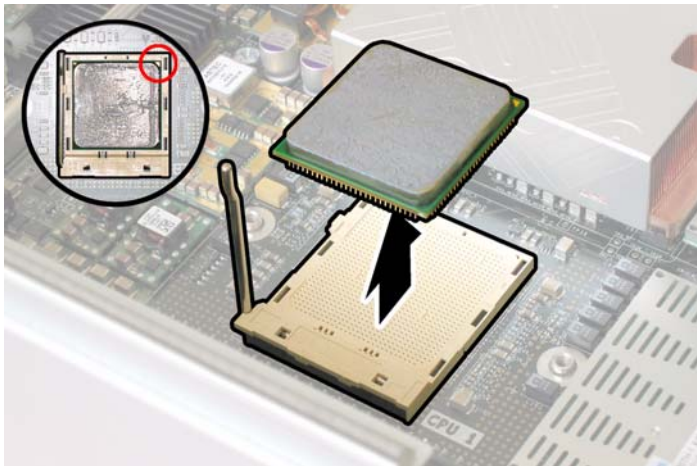

ABBILDUNG 4-47 Entfernen der CPU aus dem Sockel
- e. Belassen Sie den Feststellhebel in der senkrechten Position, und heben Sie die CPU aus dem Sockel heraus. Siehe ABBILDUNG 4-47.